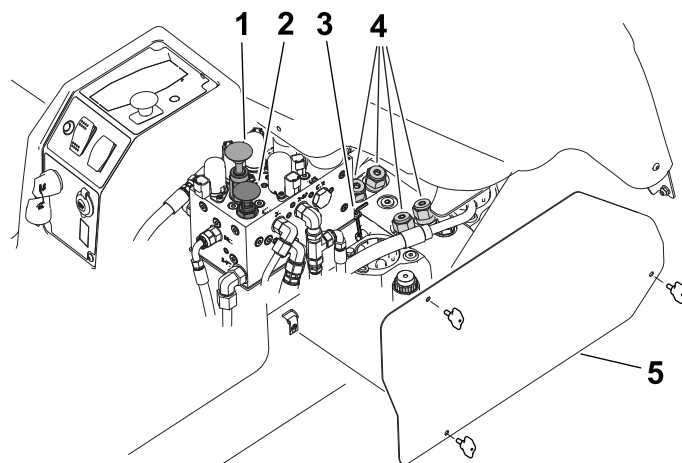

Figure 65
Remarque: Une clé hexagonale (6 mm) est fournie avec la machine, et se trouve près du collecteur hydraulique (Figure 65). Utilisez la clé pour effectuer cette procédure.
2. Déposez le panneau d'accès sur le côté droit de la console de commande (Figure 65).